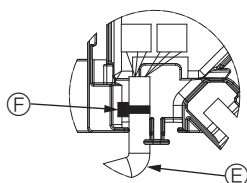

Fig. 10-10
- Placer båndet, der holder panelets ventilatorvingemotorledning i el-boksen som vist i diagrammet. (Fig. 10-10)